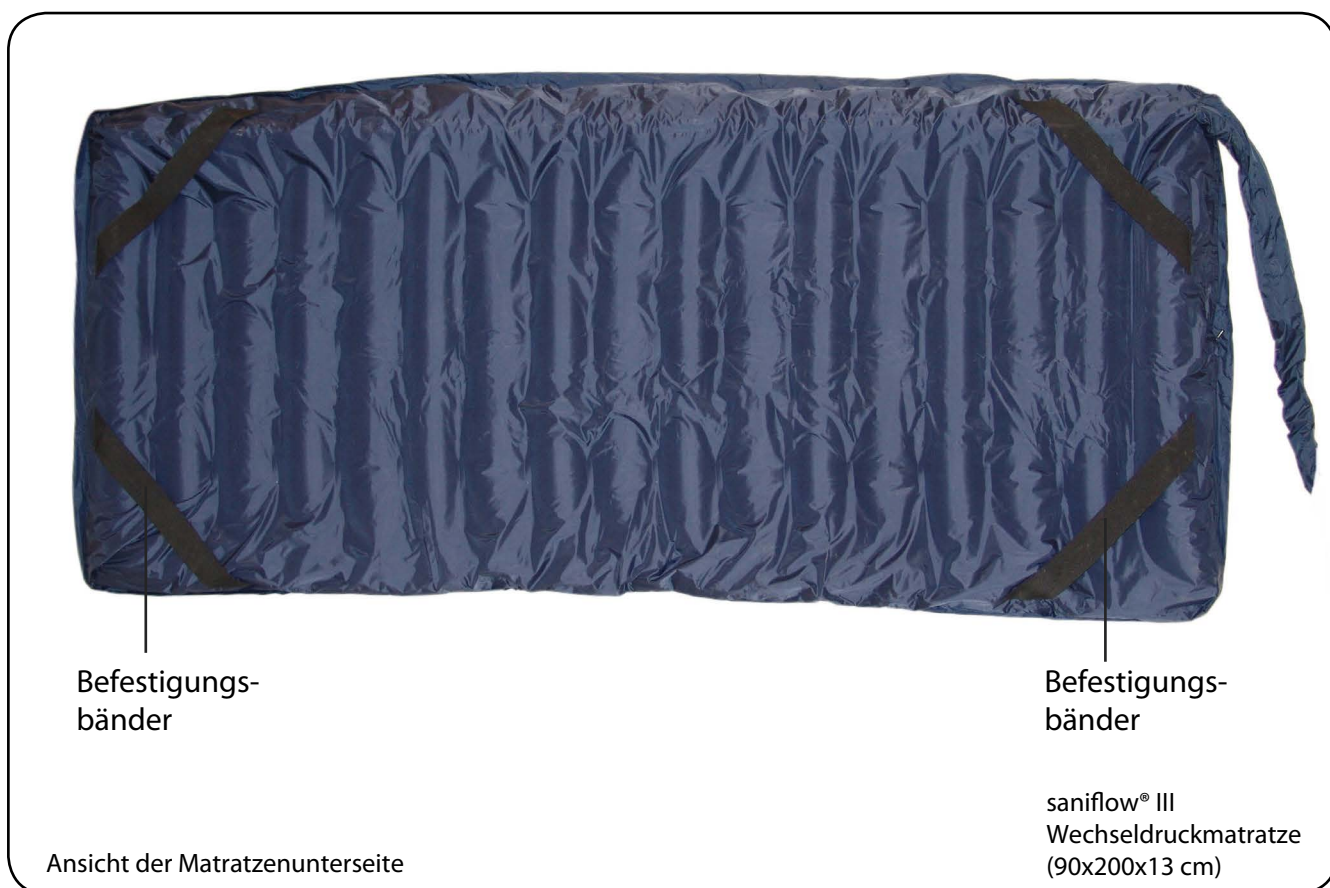

Abbildung 05
Eine Befestigung der Wechseldruckmatratze an der Standardschaumstoffmatratze oder der Schaumstoffmatratzenunterlage wird durch die 4 diagonal verlaufenden Befestigungsbänder an den Ecken der Unterseite der Wechseldruckmatratze gewährleistet (siehe Abbildung 05). Dazu werden die Befestigungsbänder über die Ecken der Standardschaumstoffmatratze bzw. der Schaumstoffmatratzenunterlage geführt und unter die Ecken der Liegefläche des Bettes gespannt. Ist eine Befestigung an der Liegefläche nicht möglich, z.B. bei Betten mit starrer Liegefläche, werden die Befestigungsbänder der Wechseldruckmatratze unter die Ecken der Standardschaumstoffmatratze bzw. der Schaumstoffmatratzenunterlage gespannt.
6. Befestigen Sie die Wechseldruckmatratze, indem Sie die vier Befestigungsbänder an der Unterseite der Wechseldruckmatratze (siehe Abbildung 05) über die Ecken der